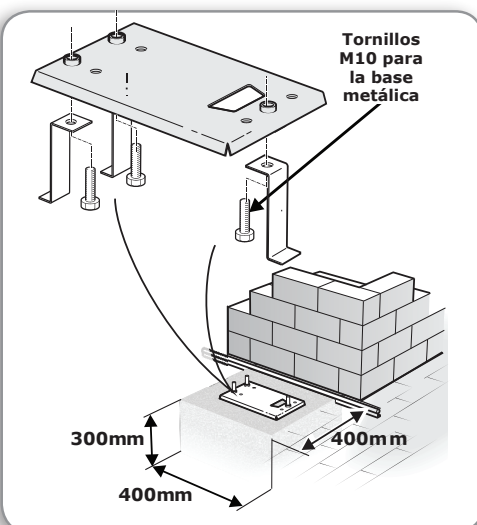
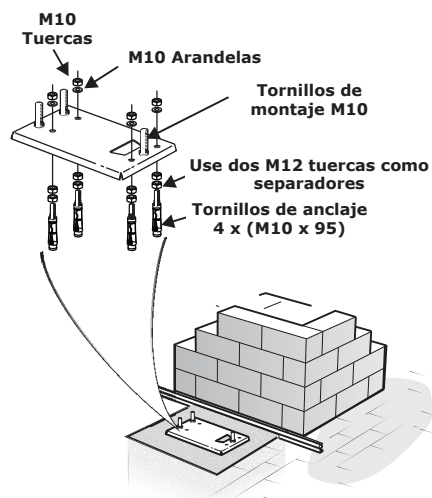

FIGURA 11
FIGURA 13
1. La base metálica de fundación puede ser adherida encima de una fundación de concreto, como es mostrado en la Figura 11 o ser apernada a un existente zócalo de concreto como es mostrado en la Figura 13